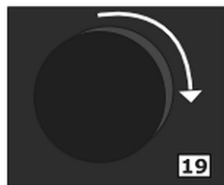

Рис. 23
2. Повернуть поворотный регулятор (19, Рис. 23) пока не появится этап приготовления, который необходимо изменить.